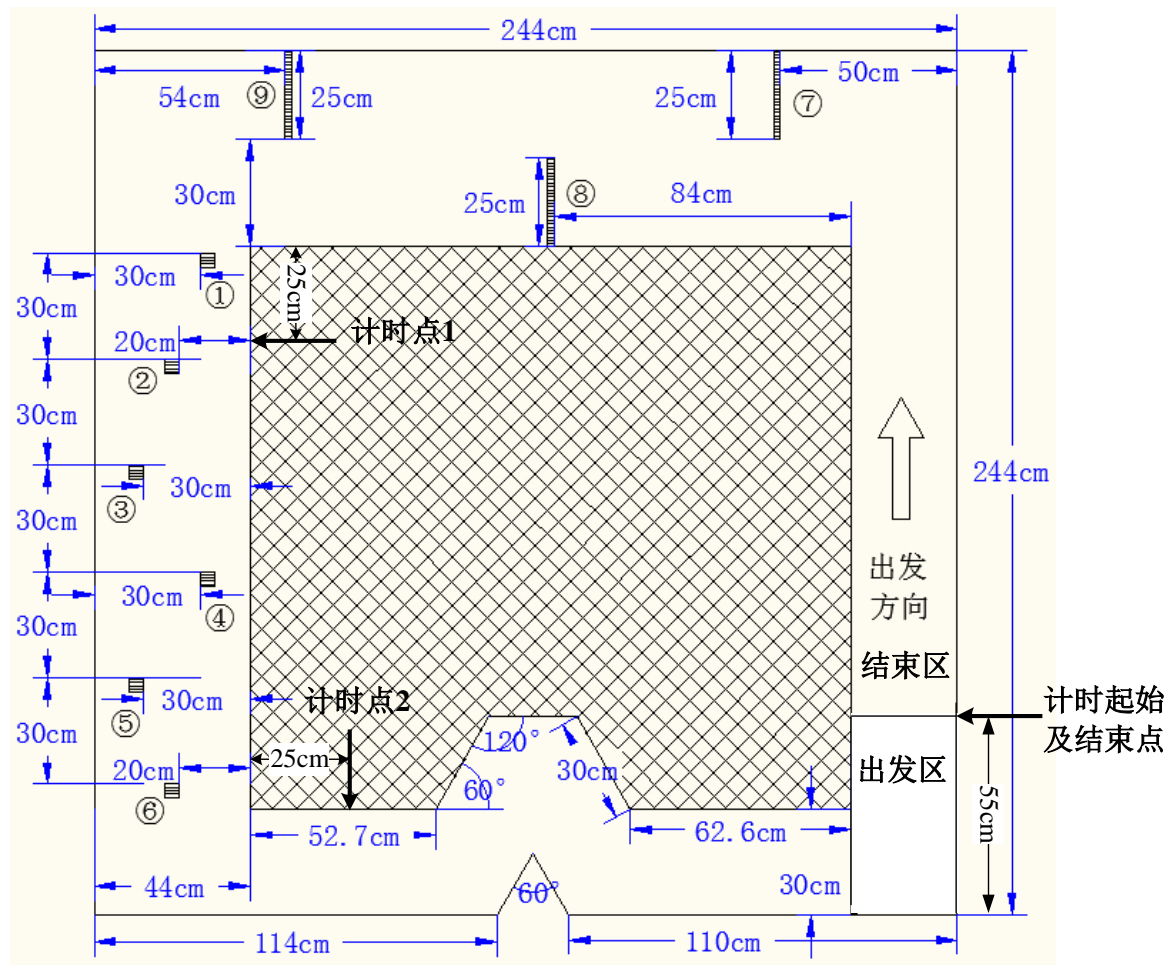

图6 比赛场地俯视图
1、比赛场地由细木工板(尺寸规格:宽度 122.0cm, 长度 244.0cm, 厚度不定) 拼接而成，其平面俯视图如图 6 所示。比赛场地表面不进行刷漆或打蜡等任何附加处理。允许细木工板拼接处存在 0.2cm 以内(含 0.2cm) 的高度差，拼接处的接缝由白色防滑胶带粘贴和覆盖。
4、实际比赛时，比赛场地上仅留有 3 个遮挡柱。比赛前随机选定某一学校领队老师来从①~⑥号中抽取 3 个遮挡柱，用于所有参赛队的比赛。抽取方式如下：①②号为为一组，③④号为为一组，⑤⑥号为为一组，从每组中随机抽取一个，3 组共抽取 3 个遮挡柱，用于比赛。
1、车子必须按图 6 中指定的方向离开和返回出发区。